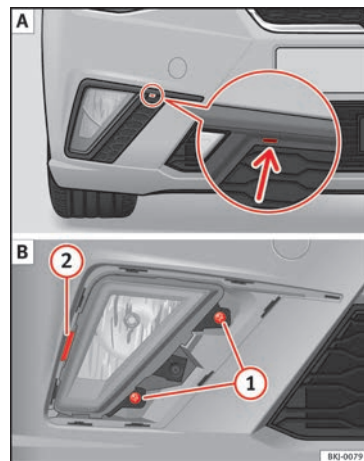

Fig. 117 Faro antiniebla.
- Haga palanca con un destornillador en la muesca » **fig. 117** **A** (flecha). Seguidamente desclipe los clips situados en el contorno de la rejilla, haciendo un pequeño movimiento de palanca.